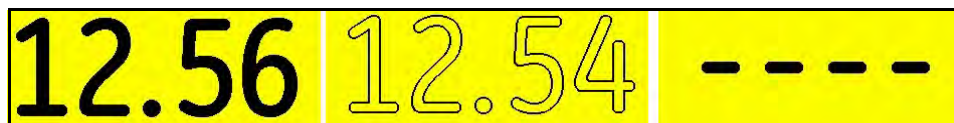

Figura 10: Medida actual — Última medida VISIBLE — y última medida VACÍO
2. Utilice el joystick () para seleccionar la función **ÚLTIMA MEDIDA**. Los ajustes disponibles son **VISIBLE** y **VACÍO**. Si fija el ajuste en **VISIBLE**, el último valor medido permanecerá en la pantalla con el entorno de las letras ("huecas" en lugar de sólidas) cuando se desacople la sonda. Medición actual, con la sonda acoplada, mostrada en tipografía de letras sólidas (ver Figura 10 abajo). Si fija el ajuste en vacío, aparecerán guiones.